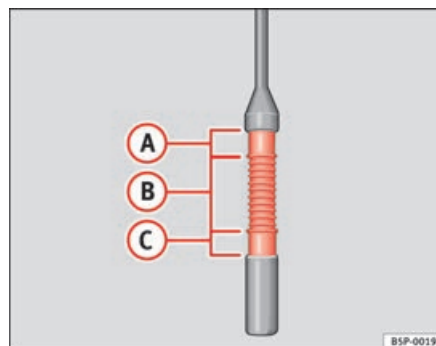

Fig. 166 Vareta de medição do nível de óleo.
- A continuação, extrair a mesma novamente e comprovar o nível de óleo ⇒ **página 224, fig. 166**. Caso necessário, reabastecer o óleo do motor.